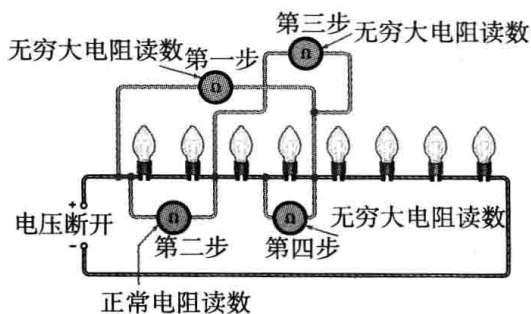

图 3-33 习题 50 图
50. 在图 3-33 所示的电灯电路中, 试根据显示的欧姆表读数指出故障灯泡。